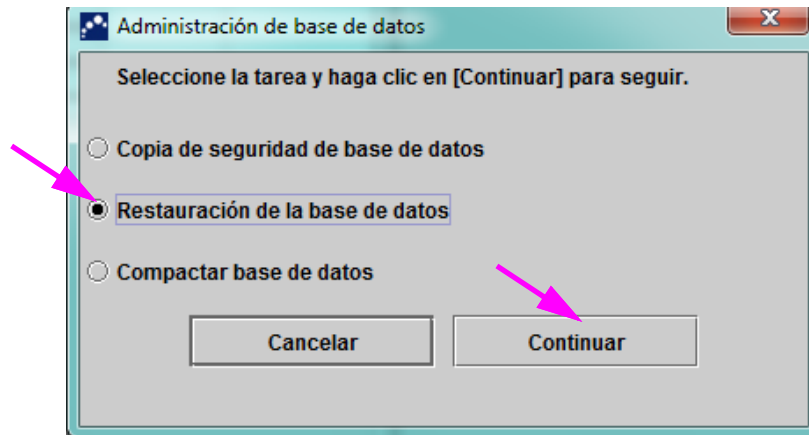

Figura 5-76. Ventana Administración de base de datos
1. Seleccione **Restauración de la base de datos** en la ventana Administración de base de datos. Consulte la figura 5-76.
9. Haga clic en **Continuar** en el cuadro de diálogo de confirmación Restauración de la base de datos para continuar, o haga clic en **Cancelar** para cancelar y regresar a la pantalla Administración de base de datos (consulte la figura 5-76).
1. Seleccione **Compactar base de datos** en la ventana Administración de base de datos. Consulte la figura 5-76.